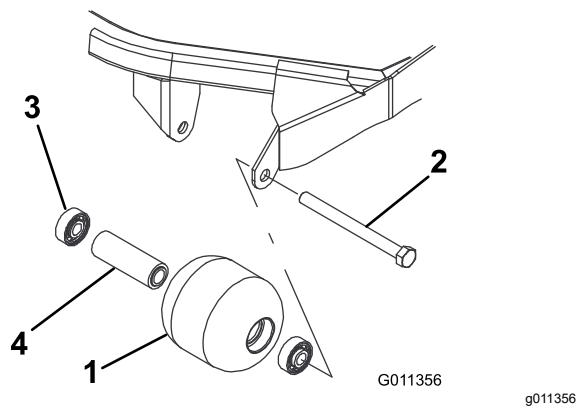

Figure 74
1. Retirez le boulon de fixation du galet (Figure 74).
- Vérifiez l'état du logement de roulements, des roulements et de la douille d'écartement (Figure 74) Remplacez les composants endommagés et procédez au remontage.
- Enforcez le premier roulement dans le logement à la presse (Figure 74). Exercez la pression uniquement sur la bague extérieure ou uniformément sur les bagues intérieure et extérieure.
- Insérez l'entretoise (Figure 74).
- Enforcez le second roulement dans le logement (Figure 74) en exerçant une pression uniforme sur les bagues intérieure et extérieure jusqu'à ce que la bague intérieure rencontre la douille d'écartement.